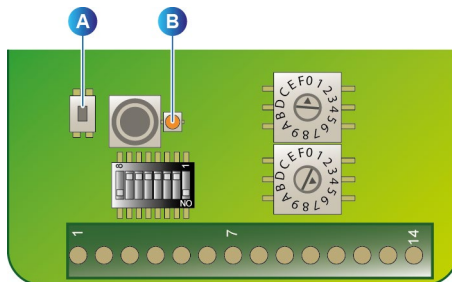

Рис. 53. Радиокarta *OLCT 80*.
4. На радиокarte *OLCT 80* (Рис. 53. Радиокarta *OLCT 80*.) трижды быстро нажмите на кнопку сопряжения поз. А.
В рабочем режиме светодиод поз. В (Рис. 53) радиокарты OLCT 80 мигает оранжевым цветом, а светодиод поз. F (Рис. 52) Мастер-приемника мигает красным цветом.